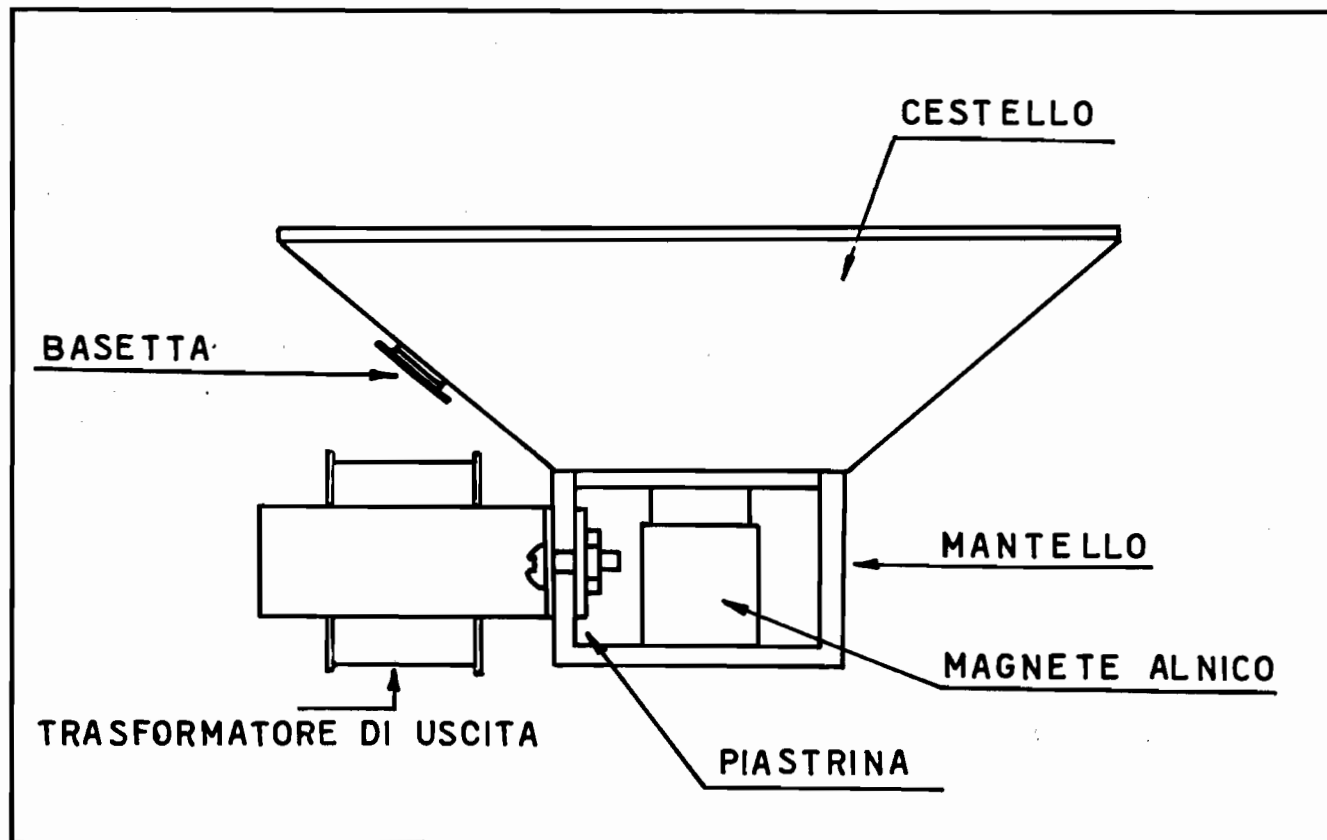
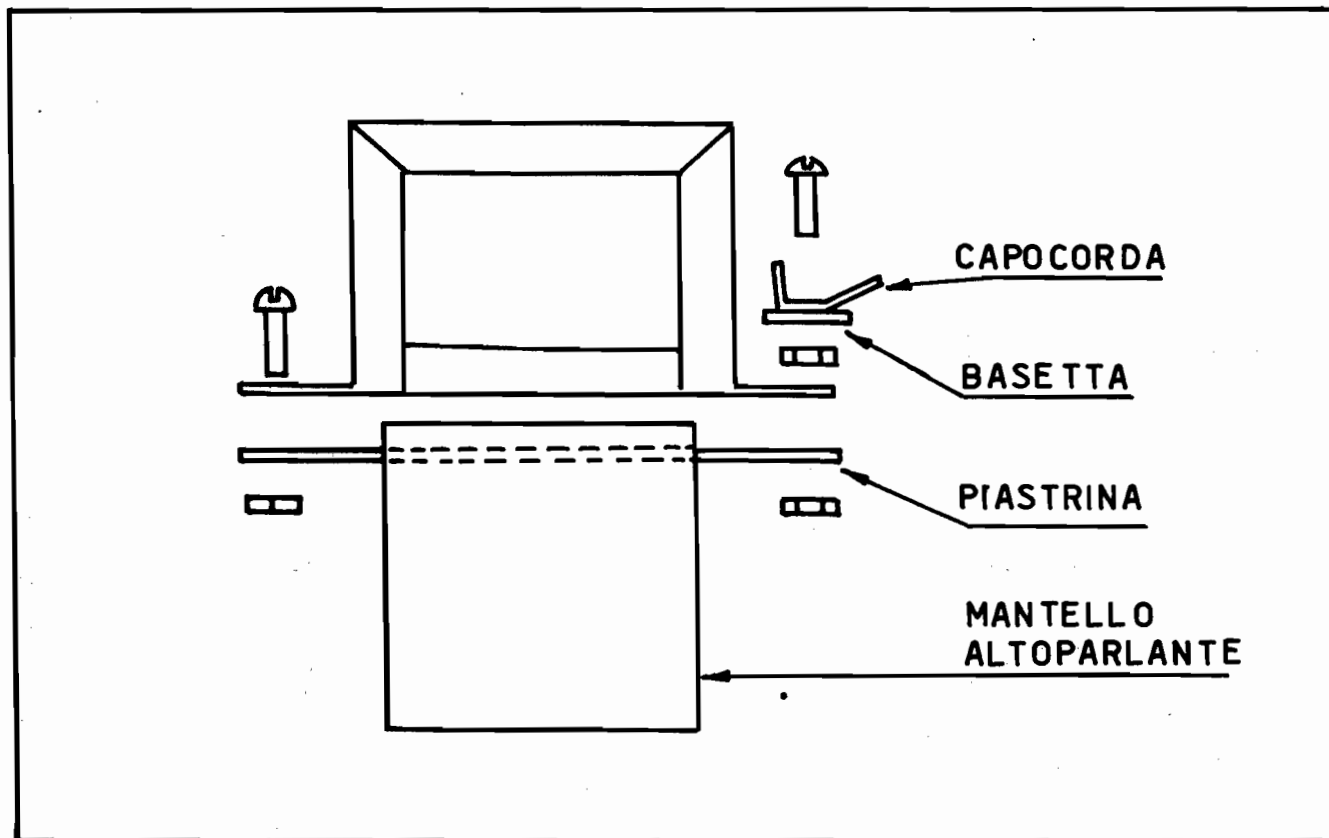
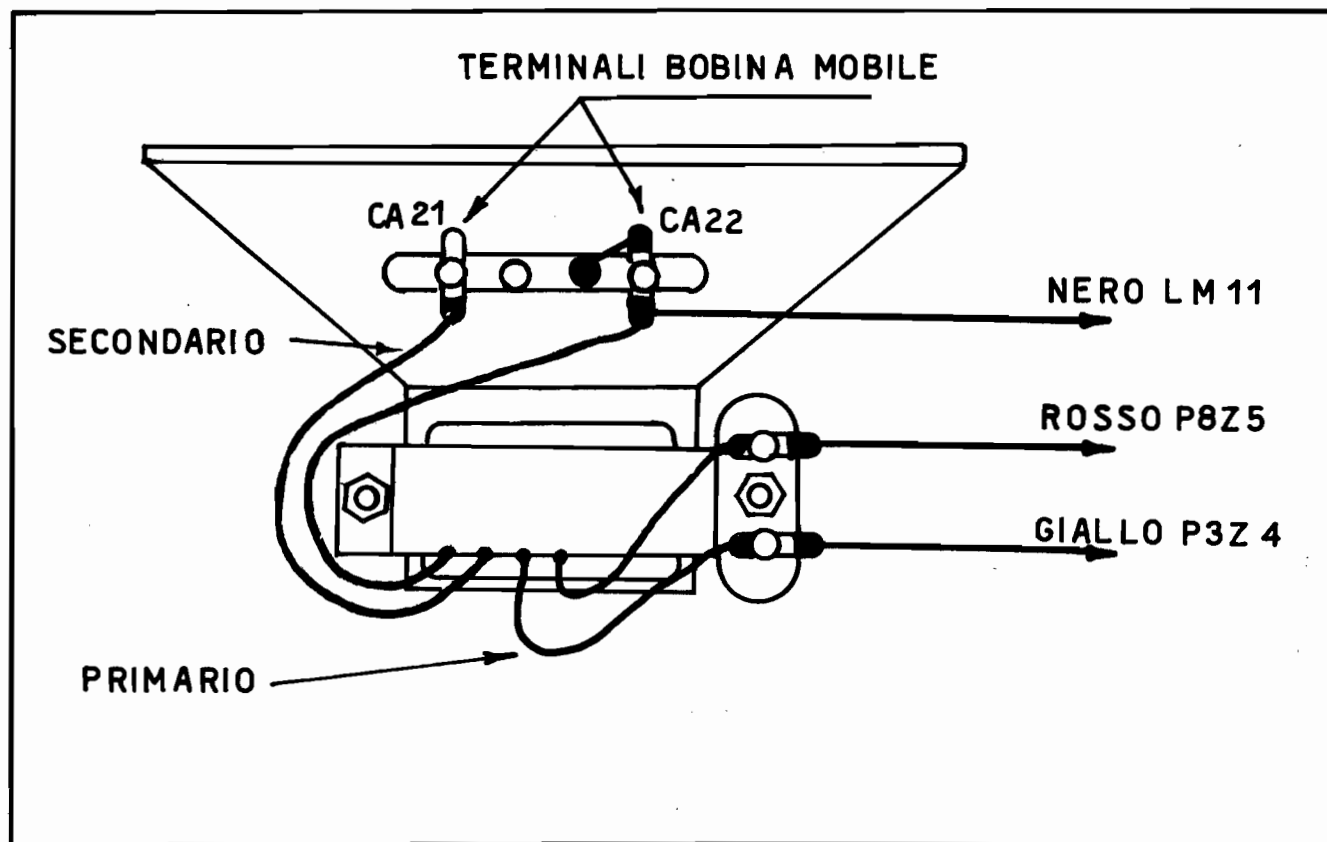

Fig. 5
Fig. 6
Fig. 7
Per ora dovrà collegare solamente l'altoparlante grande che ha già ricevuto con la 4a serie di materiale ; l'altro lo riceverà con la 10a, ed eseguirà in seguito il collegamento. Monti, perciò, sul mantello dell'altoparlante il trasformatore di uscita e lo blocchi con l'apposita piastrina (fig.5). Sotto ad una delle viti di fissaggio, sistemi pure una piastrina di ancoraggio a due capicorda (fig.6). Colleghi ora il primario del trasformatore d'uscita (terminali blu) ai due capicorda della piastrina di ancoraggio ed il secondario (terminali rossi) a CA21 e CA22 (fig.7).
- filo n.3, giallo, sull'altra linguetta (fig.7).